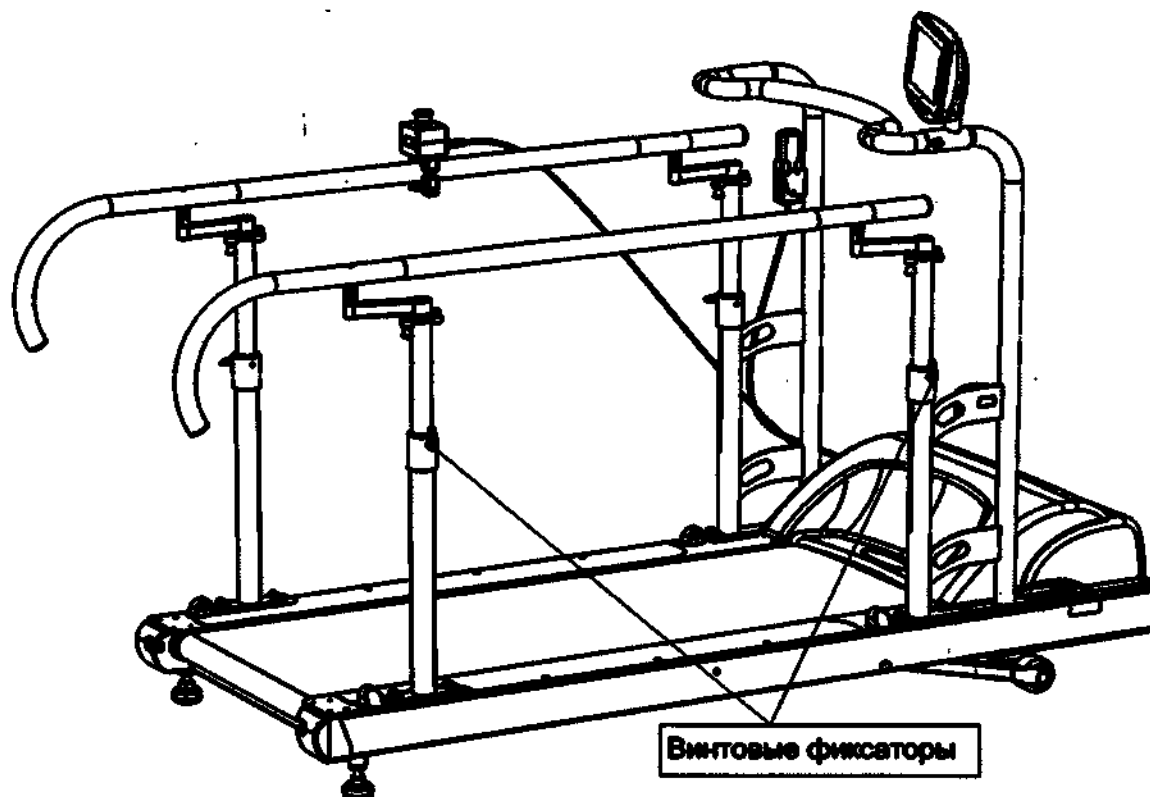

Рисунок 32 – Расположение фиксаторов регулируемых поручней для регулировки по высоте
- открутите рукоятки фиксаторов, удерживающих поручень (см. рисунок 32);